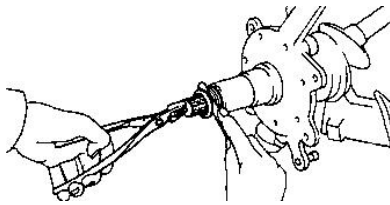

Рис. 4-30.
- при помощи комплекта щупов, потянув за болт (рис. 4-30.) с усилием 98 Н·м (10 кгс·м) измерьте зазор